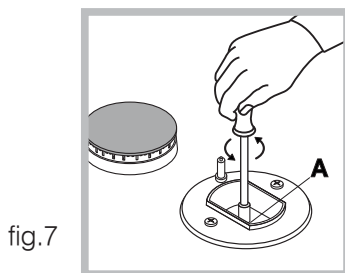

fig.7
- dévisser les injecteurs (fig. 7) à l'aide d'une clé à tube de 7 mm. et les remplacer par les injecteurs adaptés au nouveau type de gaz (voir tableau 1 "Caractéristiques des brûleurs et des injecteurs").